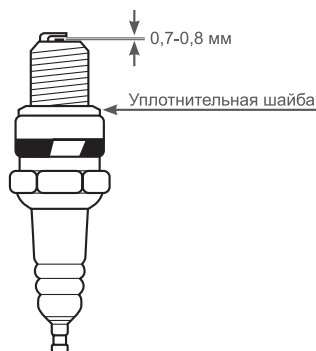

Рис. 14 Зазор между электродами свечи зажигания
- Измерьте зазор между электродами свечи зажигания специальным щупом. Зазор должен быть 0,7-0,8 мм (Рис.14). При увеличении, или уменьшении требуемого зазора, рекомендуется заменить свечу, так как регулировка зазора может привести к изменению качества искрообразования.